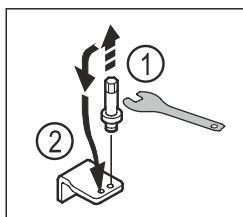

Fig. 14
- ▶ Desatornillar el perno del soporte del cojinete inferior con una llave Allen SW5. Fig. 14 (1)
- ▶ Insertar el perno en el lado opuesto. Fig. 14 (2)